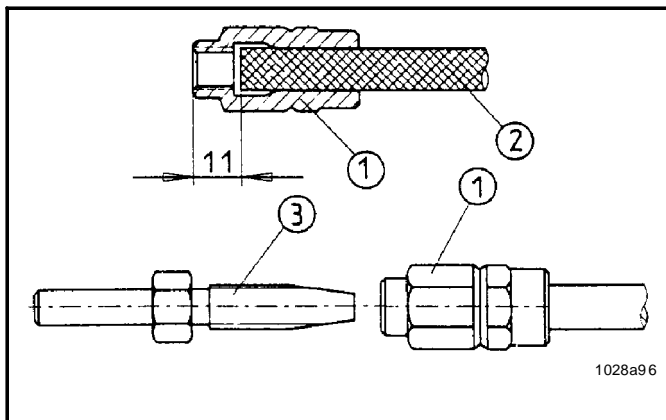

Fig. 7 Premontaje del manguito roscado y tubuladura en el tubo flexible de plástico de alta presión
- ⇒ Enroscar el manguito roscado 1, Fig. 7, girándolo a la izquierda, en el tubo flexible de plástico de alta presión 2, hasta que se haya alcanzado la medida indicada de 11 mm. Después enroscar la tubuladura 3 en el manguito roscado 1.